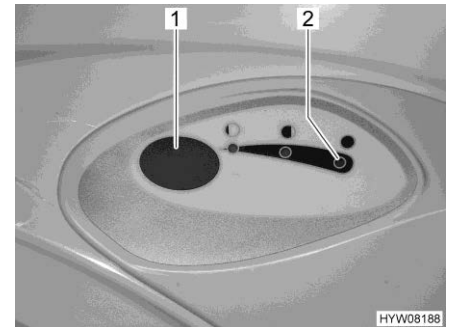

Fig. 296 Botón del inodoro/luz de control (inodoro Thetford)
- Para lavar, pulsar el botón del inodoro azul (Fig. 296,1).
La luz de control (Fig. 296,2) se enciende cuando es necesario vaciar el depósito de aguas fecales.